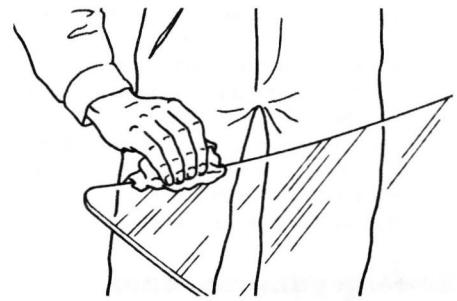

Рис. 9.3. Обезжиривание приклеиваемой поверхности
– обезжирить проем окна и стекло (рис. 9.3) салфеткой, смоченной бензином, и выдержать 5–10 мин до полного испарения бензина;